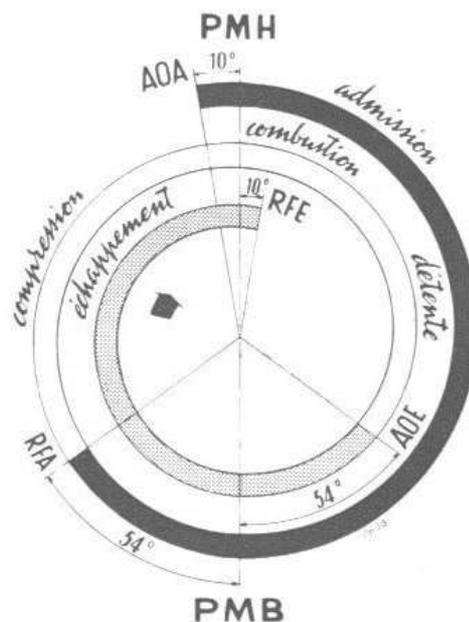

FIG. 26. - Diagramme.
- Faire tourner le vilebrequin de quelques degrés en avant et en arrière, de manière à pouvoir contrôler si le commencement d'ouverture et de fermeture des soupapes se produit bien dans une position symétrique du repère **P.M.S.** du volant par rapport à l'index métallique comme indiqué sur le diagramme (**fig. 26**).